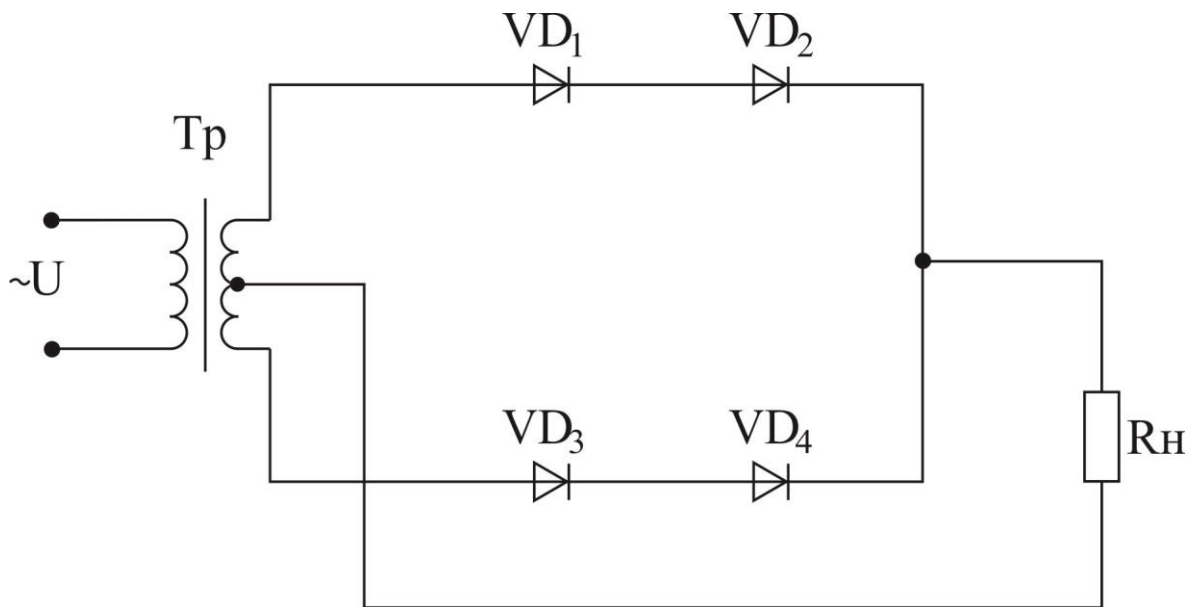

Рисунок 7
4. Составим схему выпрямителя. Чтобы выполнить условие $U_{обр} > U_v$, необходимо два диода соединить последовательно. Тогда $U_{обр} = 200 \cdot 2 = 400 \text{ В} > 314 \text{ В}$ (рисунок 7).